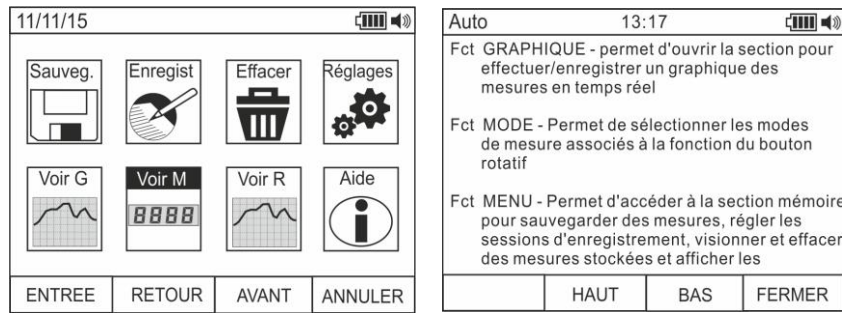

Fig. 21: Help on line à l'écran
40. Utiliser les touches **F2** ou **F3** pour sélectionner l'icône «Aide» et appuyer sur la touche **F1** (voir Fig. 21)